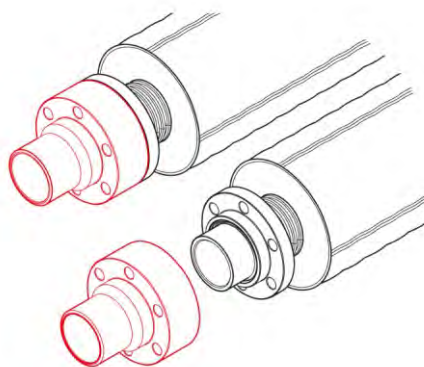

Рис. 3.7.5
5. Снять корпус фитинга (рис. 3.7.5).